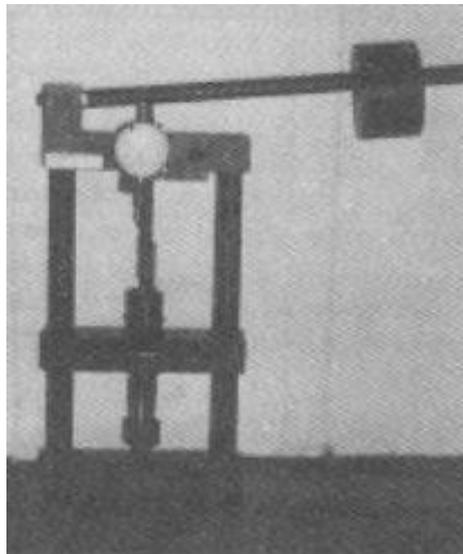

FIGURA 3.12 DISPOSITIVO DE AJUSTE DE TOPE SUPERIOR
2. Colocar el inyector en el dispositivo de ajuste del tope superior, centrando la copa en su asiento (figura 3.12).